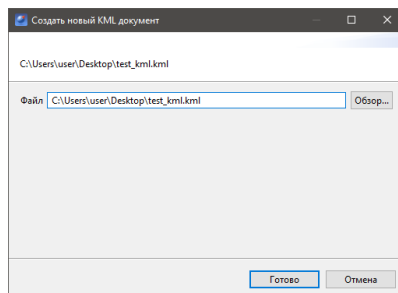

Рис. 29: Создание файла KML
2. Укажите место сохранения файла и его название (рис. 29).